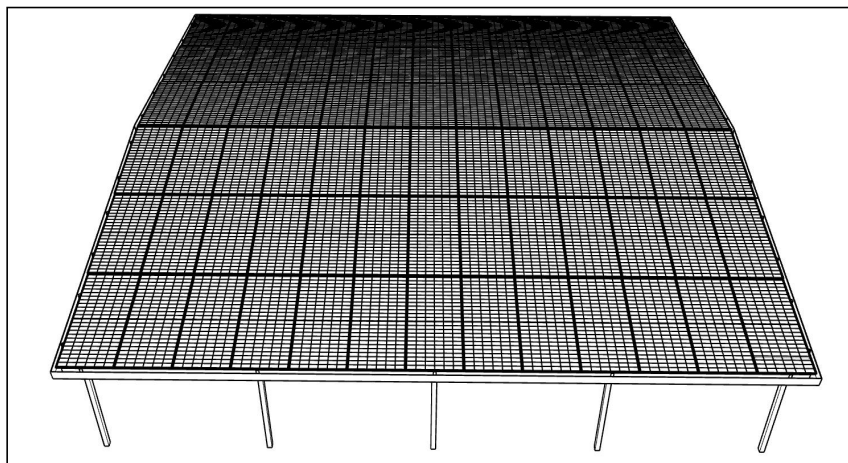
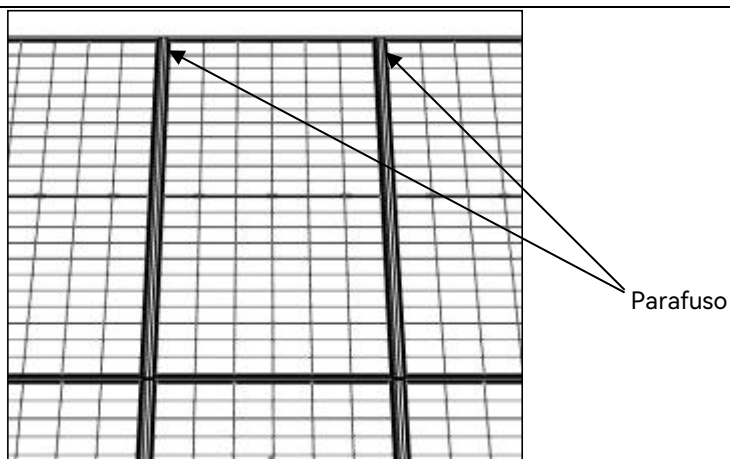

Figura 31
Figura 32
- 18) Repita a instalação das placas, fileira por fileira, de baixo para cima, até que toda a superfície de instalação esteja concluída (conforme mostrado na Figura 31). Entretanto, ao instalar a fileira superior de placas, deve-se observar que os parafusos também precisam ser fixados na parte superior da placa de cobertura e a posição de perfuração deve ser simétrica com o orifício de posicionamento na parte inferior da mesma placa de cobertura. (Conforme mostrado na Figura 32).